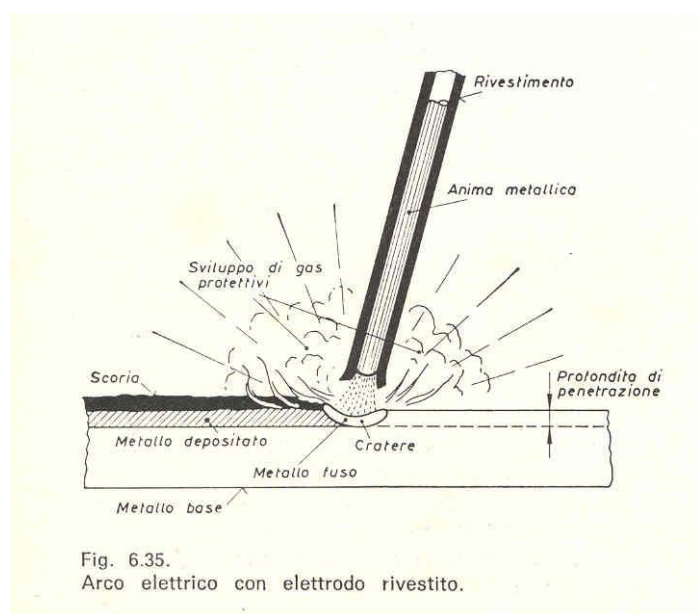

Fig. 6.35.
- favorire il mantenimento dell'arco in direzione del bagno di fusione facilitando l'operazione di saldatura (fig. 6.35.);